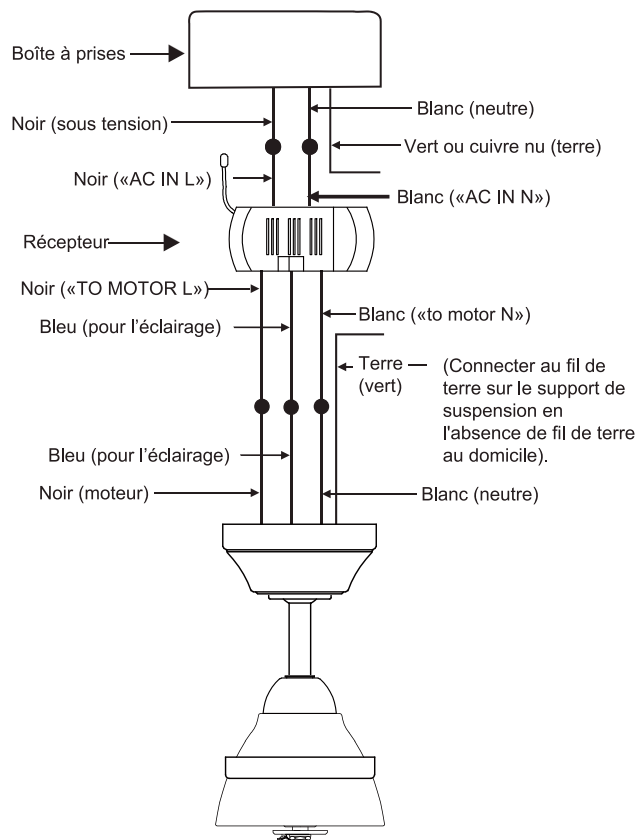

Fig. 15
Étape 2. Connexions électriques entre le moteur et le récepteur : (Fig.15)
Étape 3. (Fig.15) Connexions entre récepteur et fils d'alimentation du domicile :
Étape 4. (Fig.15) Si la boîte à prises a un fil de masse (vert ou cuivre nu), le connecter aux fils de mise à la terre du ventilateur : en l'absence de ce fil, connecter le fil de mise à la terre du ventilateur au support de montage. Sécurisez la connexion du fil avec l'écrou en plastique (fourni). Après avoir connecté les fils, séparez-les de sorte que les fils verts et blancs se trouvent sur un côté de la boîte à prises et les fils noirs et bleus de l'autre côté.